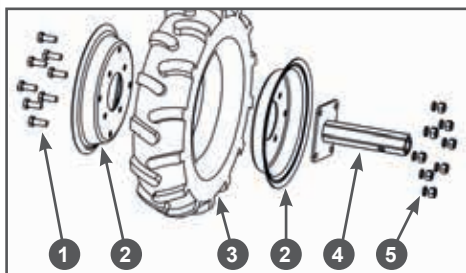

Рис. 5 Сборка колеса
1. Установите диски 2 на покрышку 3 с шиной (Рис. 5). Совместите отверстия в дисках 2 и фланце оси 4 колеса, вставьте в отверстия болты 1, установите пружинные шайбы и закрутите гайки 5 до упора (Рис. 5).